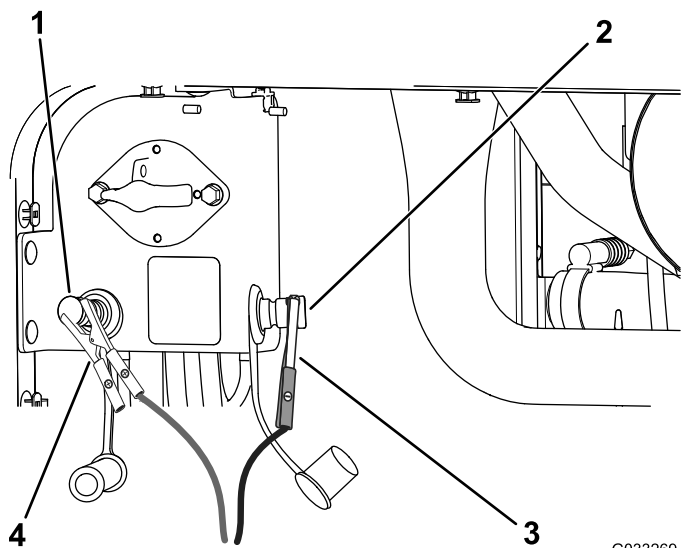

Figura 109
4. Collegare il cavo di avviamento positivo (+) al polo di avviamento positivo (Figura 109).
- Collegate il cavo di avviamento negativo (-) al polo di avviamento negativo (Figura 109).
- All'avvio del motore, fate in modo che l'altra persona scolleghi il cavo di avviamento negativo (-) dal polo di avviamento negativo e che, successivamente, scolleghi il cavo di avviamento positivo (+) (Figura 109).